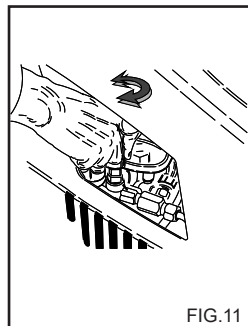

FIG. 11
Detta kapitel gäller endast modeller med "Tryckregulator". Tryckregulatorn, fig. 11, gör att arbetstrycket kan ställas in. Vrid knappen C moturs (B) (lågsta) för att minska arbetstrycket.